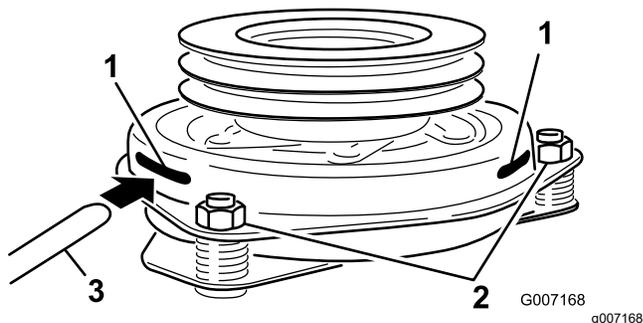

Рисунок 78
9. Вставьте калибр толщиной от 0,381 до 0,533 мм в контрольный паз в боковой части этого узла (Рисунок 78).
10. Затяните контргайки так, чтобы калибр был немного прижат, но его можно было легко перемещать в зазоре (Рисунок 78).